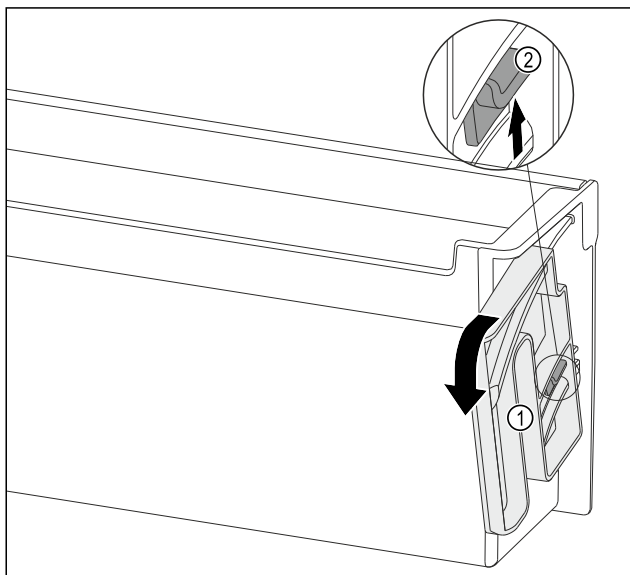

Fig. 94
- ▶ Vrtljivo enoto Fig. 94 (1) obrnite do konca v navedeno smer.
- ▶ Spono Fig. 94 (2) potisnite navzgor in odstranite vrtljivo enoto Fig. 94 (1).